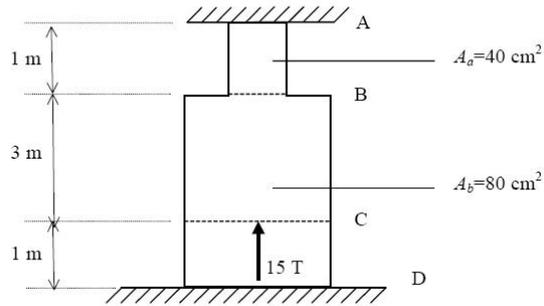

Figura 1: Figura Problema 1
1. En la barra de la figura 1 los extremos A y D están empotrados. Determinar las tensiones en ambas secciones, cuyas superficies son  $A_a = 40[cm^2]$  y  $A_b = 80[cm^2]$ .